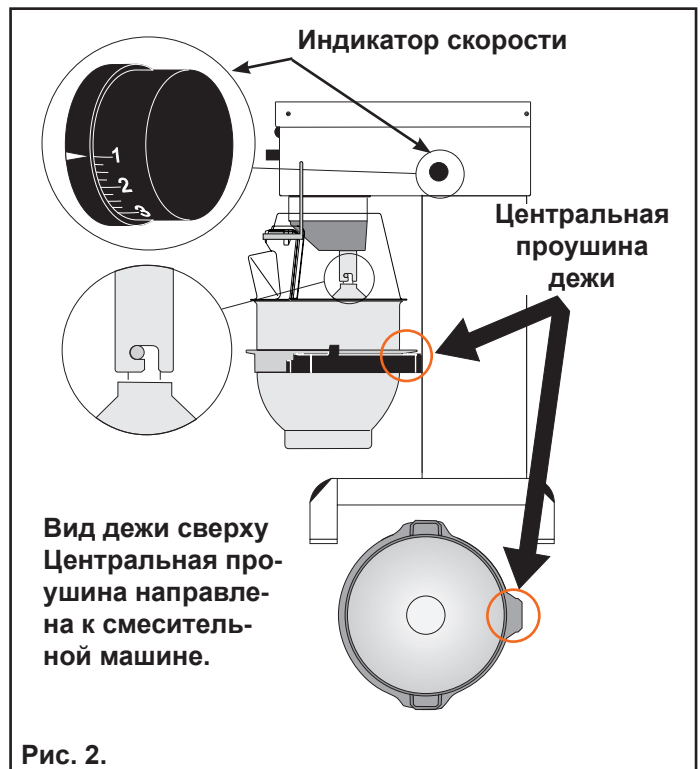

Рис. 2.
- B** **Примечание:** захваты дежи должны быть опущены в самое нижнее положение. Установите дежу в захваты. Убедитесь в том, что дежа полностью подана назад в захватах и что центральная проушина захватов дежи поворачивается вовнутрь к смесительной машине (**Рис. 2**). Установите инструмент смесительной машины в байонетный вал. Вкрутите отвод инструмента непосредственно в байонетное отверстие. Закройте защитное ограждение.
- F** Нажимайте  и  до достижения необходимой скорости. Показания скорости можно считать по индикатору на боковой части смесительной машины (**Рис. 2**). Также см. «**Рекомендованные максимальные скорости**» (**Рис. 1**).